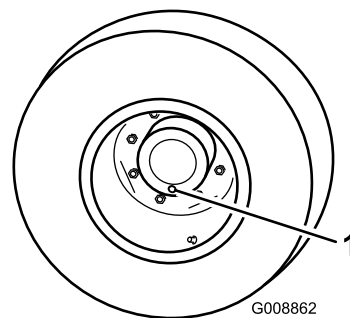

Figura 43
1. Con la máquina en una superficie nivelada, coloque una rueda de manera que uno de los tapones de verificación/drenaje esté en la posición más baja (posición de las 6) (Figura 43).